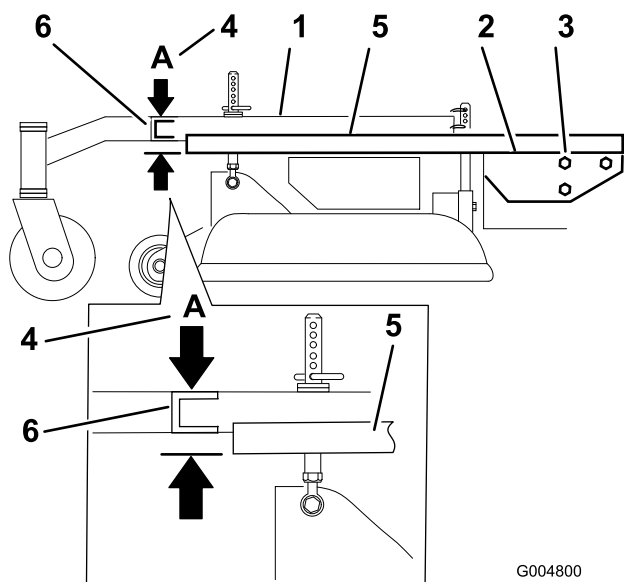

Figura 55
3. Posizionate un lungo bordo diritto sopra la scocca del motore come illustrato in Figura 55.
4. Al canale trasversale del telaio portante, misurate l'altezza al punto **A** (Figura 55). Questa misura deve essere di 33 mm, più o meno 6 mm.
6. Allentate i bulloni di fissaggio del telaio portante su entrambi i lati della macchina (Figura 55).
7. Allineate il telaio portante e la scocca del motore portandoli a 33 mm, più o meno 6 mm alla posizione **A** (Figura 55).